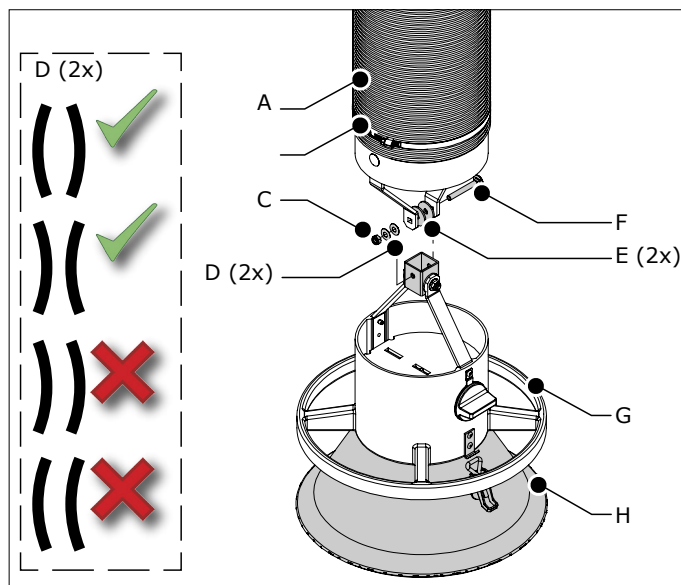

Abb. 4.4 Montage der Haube (Metallrohr-Arm)
*Metallrohr-Arm (KUA): siehe Abb. 4.4*
- Die Absaughaube (G) mit Schraube (F), zwei Unterlegscheiben (E), zwei Federscheiben (D) und Sicherungsmutter (C) montieren.
- Haubenkränge (H) an der Absaughaube (G) befestigen. Mit dem Spannverschluss befestigen.
- Schlauchrohr (A) an der Absaughaube anschließen.
- Schlauchrohr mit einer Schlauchklemme (B) befestigen.